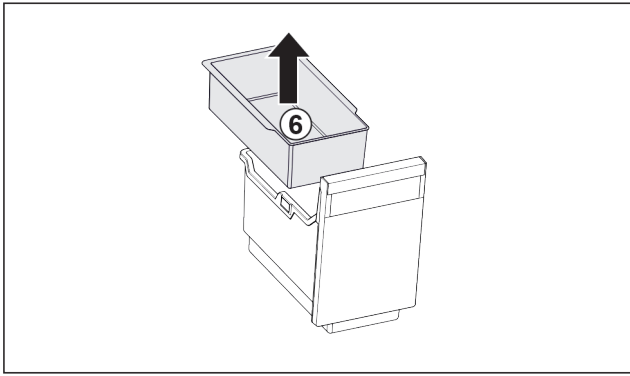

Fig. 97
- Einhängeschale Fig. 97 (6) entnehmen.